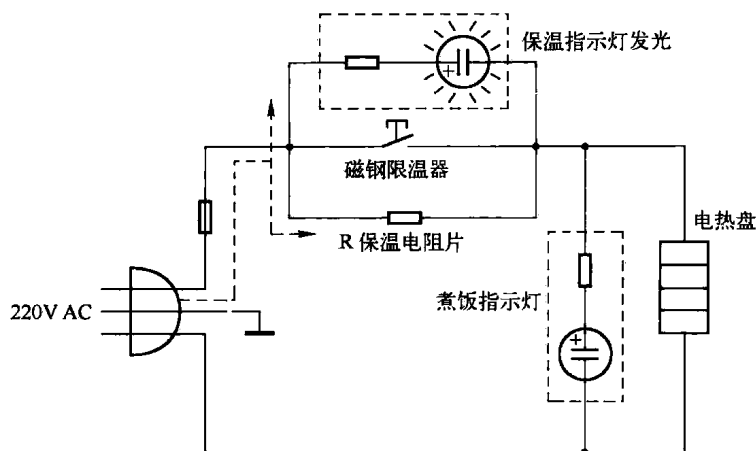

图 1-19 保温工作原理图
2) 保温工作原理 当饭熟后，电饭煲锅内温度会上升超过 100°C ，这时磁钢失去磁性释放永久磁体，带动连杆断开触点开关，电路自动将保温器和保温指示氖泡接入电路中，这时保温指示氖泡发光。由于保温器内部存在约 $1\text{k}\Omega$ 的电阻，电发热盘上的电压下降，电流减小，此时电饭煲进入保温状态。由于电路回路电流较小，故煮饭指示氖泡不亮。在电饭煲内部，保温器紧贴锅底感温，它的电阻值会随锅底温度的升高而增大，导致通过电热盘的电流减小，使锅内温度降低；当锅底温度降低时，其电阻值将减小，通过电热盘的电流将增大，锅内温度将上升；如此循环工作，从而达到保温的目的。保温工作原理图如图 1-19 所示。